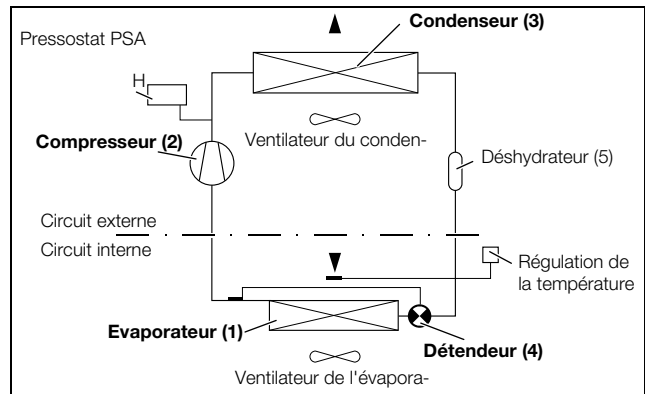

Fig. 2 : circuit frigorifique
Le climatiseur (installation frigorifique à compression) se compose de quatre éléments principaux (voir fig. 2) : l'évaporateur (1), le compresseur (2), le condenseur (3) et le détendeur (4) – reliés entre eux par une tuyauterie adaptée. Le circuit ainsi constitué transporte un liquide à point d'ébullition bas, le fluide frigorigène. Le potentiel de destruction de la couche d'ozone (PDO) du fluide frigorigène est de 0. Il est donc très écologique. Un déshydrateur (5) intégré au circuit frigorifique hermétique-